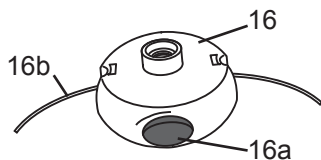

Fig.26
- > Maintenez appuyé le bouton de déverrouillage [16a] situé sur le boîtier de la tête de coupe. Lorsque ce bouton est enfoncé, le fil de coupe [16b] peut être changé (Fig.26).